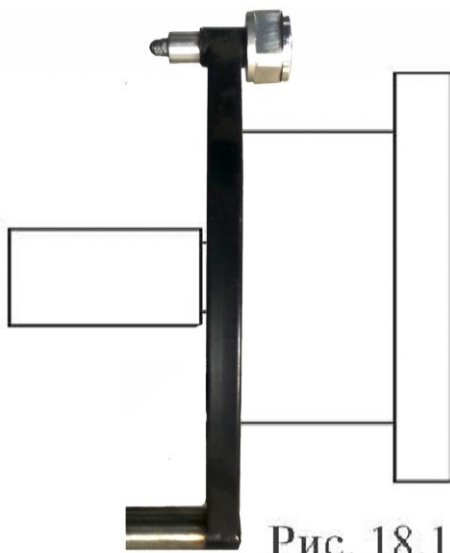
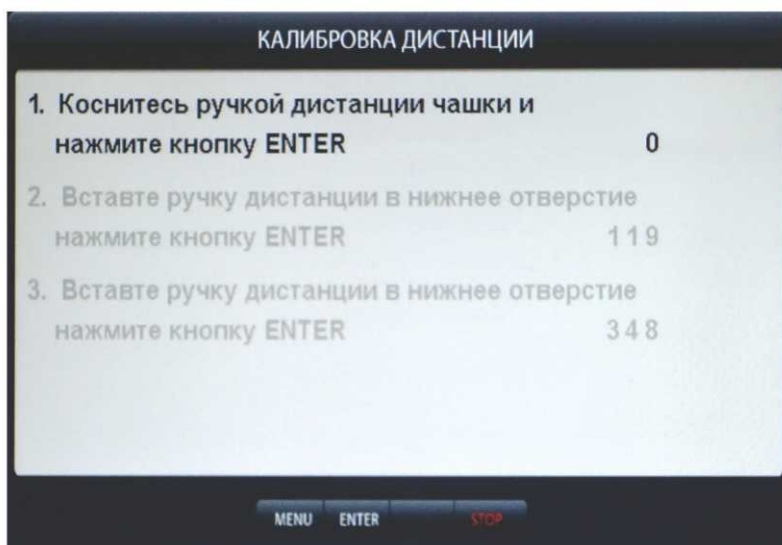

Рис. 18.1
рис.18.3
22.1.1. Калибровка тракта измерения дистанции. Для оценки погрешности устройства ввода дистанции выдвиньте штангу ввода параметров и уприте внешнюю боковую сторону её рукоятки в задний торец фланца вала, как показано на рис. 18.1. При этом на экране ввода геометрических параметров (см. рис.10.2) появится величина дистанции. Если величина дистанции не равна  $185\pm 5$  мм, то устройство ввода дистанции требует калибровки.
КАЛИБРОВКА ДИСТАНЦИИ рис.18.3. Выдвиньте штангу ввода параметров, уприте внешнюю боковую сторону её рукоятки в задний торец фланца вала, как показано на рис. 18.1 и нажмите кнопку «ENTER». В окне КАЛИБРОВКА ДИСТАНЦИИ выделится второй пункт: «2. Вставьте ручку дистанции в нижнее отверстие, нажмите кнопку «ENTER»